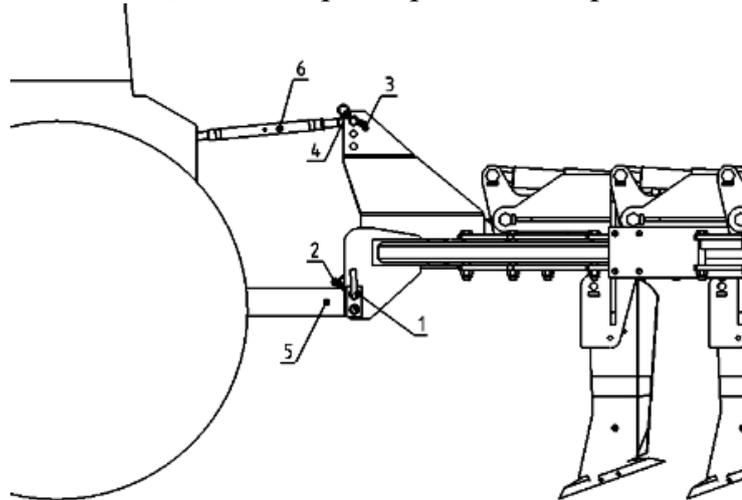

Рисунок 5.
- Отрегулировать нижние рычаги навески (5) (рис. 5) трактора на одинаковую высоту.
- Подсоединить нижние рычаги навески трактора с нижней частью навески агрегата при помощи двух пальцев (1), зафиксировав их штифтами (2).
- Подсоединить верхнюю тягу (6) трактора при помощи пальца (3) таким образом, чтобы точка подсоединения на глубокорыхлителе во время работы находилась несколько выше, чем на тракторе. Застопорите палец верхней тяги.
Агрегат во время работы должен находиться параллельно земле. Регулировка осуществляется с помощью верхней тяги (6) (рис. 5) трактора.